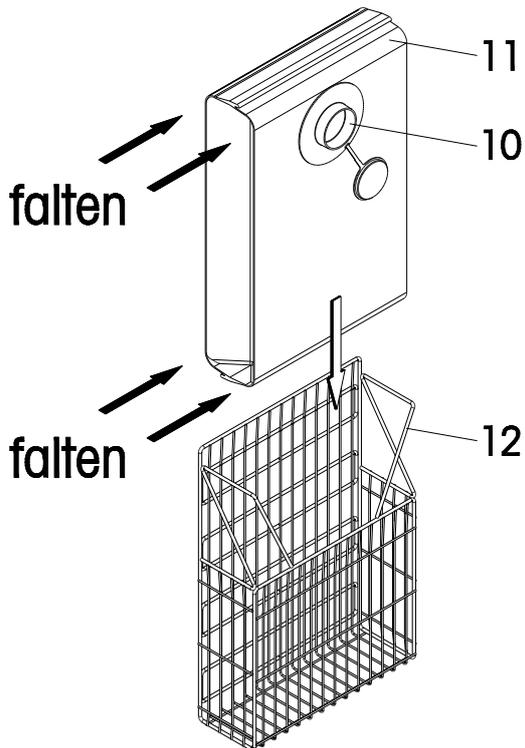

Abb. 17 Einsetzen des Filterstaubeutels
1. Neuen Filterstaubbeutel (11), wie in Abb. 17 dargestellt, falten und in den Gitterkorb (12) einlegen.